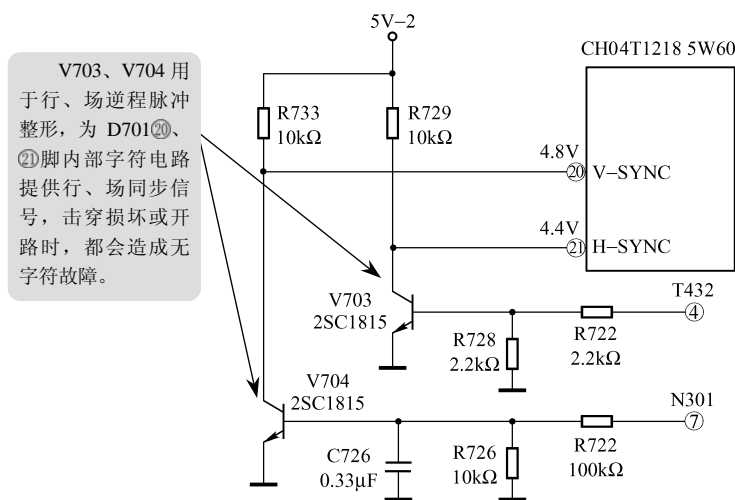

图 7-32 长虹 G2136 (K) 行场脉冲整形输出电路故障检修
检查与分析：这是一种看上去比较复杂的故障现象，但检修时可首先从检查 D701 中央微控制器的引脚电压开始。经检查，发现 D701 ②脚电压异常，仅有 0.3V 左右，改用电阻挡测量，其正、反向电阻值均约为 1.0k $\Omega$ 。再进一步检查，V704 (2SC1815) 已严重漏电。将其换新后，故障被排除，如图 7-32 所示。
小结：在如图 7-32 所示中，V704 (2SC1815) 主要用于场逆程脉冲整形。由 N301 (LA7840) 场输出集成电路 ⑦脚输出的场逆程脉冲，经 V704 整形后作为 D701 内部一些功能电路的控制信号从 ②脚输入，一方面保证字符振荡电路工作，另一方面又为 CPU 控制系统提供场同步信号。当该信号丢失时，在传统模拟机型中会出现字符场向跳窜故障，但在该种 I2C 总线控制的机型中，由于受软件影响，不仅会造成无字符，而且还会同时伴有其他一些异常现象。这一点检修时一定要注意。